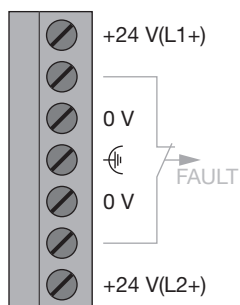

Fig. 1: Alimentation en tension de service – Affectation des broches du bornier à 7 pôles
- ▶ Alimenter exclusivement le module au moyen d'une basse tension de sécurité stabilisée (SELV) selon les normes IEC/EN 60950-1, EN 61131-2 de +32 V DC au maximum (typ. +24 V DC). Celle-ci peut être alimentée par le bornier à 7 pôles (voir Fig.1) sur la partie supérieure de l'interface. Les entrées de tension de service sont protégées contre l'inversion de polarisation.